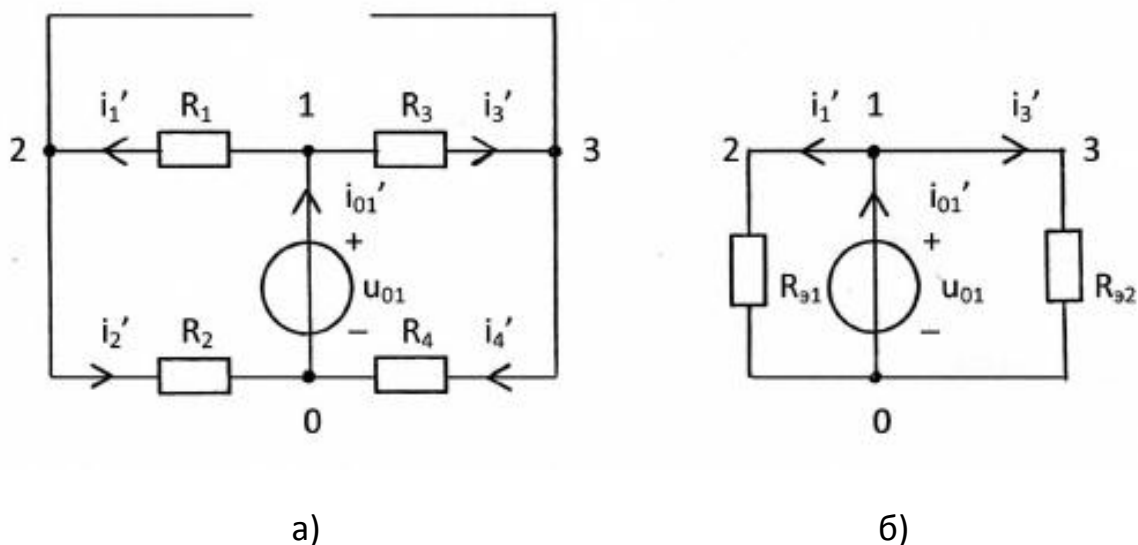

Рис. 2.11
**1.** Источник напряжения  $u_{01}$  в цепи оставлен, а источник тока удалён (рис. 2.11,а), т.е. имеем обрыв ветви. В схеме с одним источником на рис. 2.11 – источником напряжения с задающим напряжением  $u_{01}$  вычисляем частичные токи  $i_1', i_2', i_3', i_4', i_{01}'$  путём эквивалентных преобразований схемы заданной цепи. Направление частичных токов тоже выбирается произвольно.
В схеме на рис. 2.11,а) резисторы  $R_1$  и  $R_2$  ( $R_3$  и  $R_4$ ) соединены последовательно, так как по ним протекает один и тот же ток  $i_1' = i_2'$  ( $i_3' = i_4'$ ). Заменяем резисторы эквивалентным сопротивлением  $R_{\Sigma 1} = R_1 + R_2 = 30 + 70 = 100$  Ом ( $R_{\Sigma 2} = R_3 + R_4 = 50 + 50 = 100$  Ом) (Рис. 2.11, б).